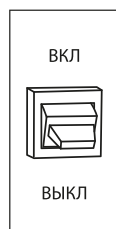

рис. 12
В аварийной ситуации для остановки двигателя генератора переведите выключатель зажигания в положение «Выкл» (рис. 12).
5. Установите выключатель зажигания в положение «Выкл» (рис. 12).